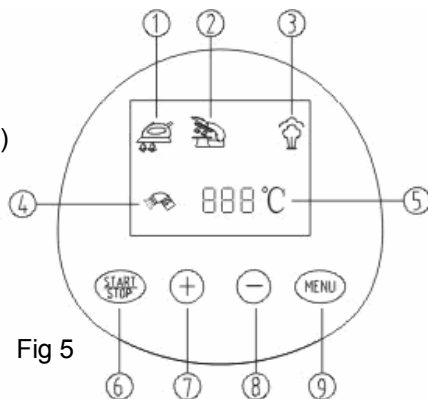

Fig. 5
- c) Premete prima il tasto "start/stop" e poi il tasto "menu" per selezionare la funzione desiderata. Quando compare sul display il simbolo ▼ premete di nuovo il tasto "start/stop". Ora potete selezionare le singole funzioni dell'apparecchio, anche la funzione stiro a vapore (fig. 5)
- d) Impostate la temperatura secondo i tessuti da stirare. Ogni volta che premete il tasto (+) la temperatura della piastra da stiro grande aumenta di 10°C. Ogni volta che premete il tasto (-) la temperatura diminuisce di 10°C (vedi fig. 5).